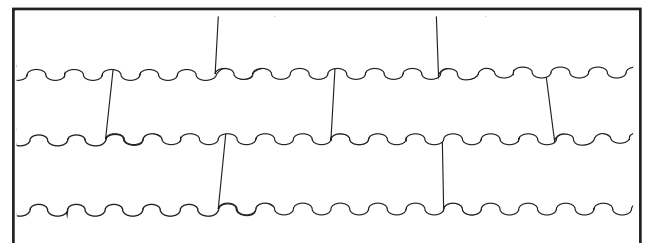

Bild 2: englische Verlegung
- Bei der englischen Verlegung (Bild 2, 1/2 Platte Versatz) wird eine Dachneigung von 7° empfohlen. Ab 10° macht sich der Selbstreinigungseffekt bemerkbar.